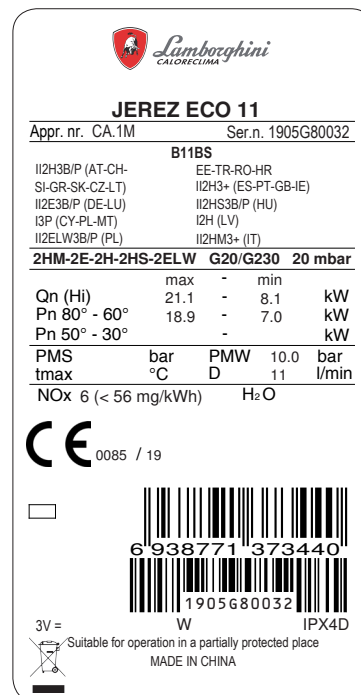

fig. 7 - Tabliczka znamionowa
- Wyjąć zaślepki złączy wody i gazu, patrz fig. 7.